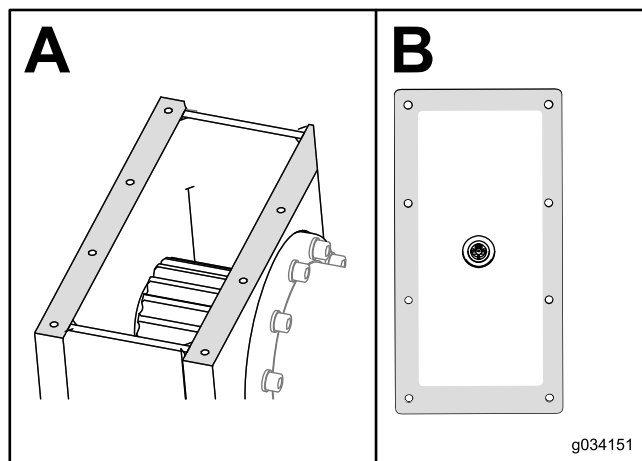

Рисунок 136
7. Очистите картер редуктора и крышку от герметика (Рисунок 136).
8. Нанесите по краю крышки новый автомобильный герметик, вулканизирующийся при комнатной температуре (RTV) (вид В на Рисунок 136).